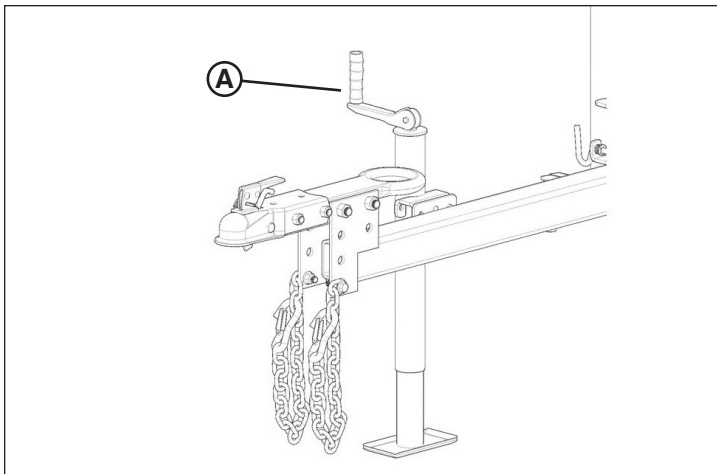

Figura 19
5. Ajuste cada gato del estabilizador (B, Figuras 17 y 18) y el gato de la lengua de remolque (A, Figura 19) para obtener una nivelación adecuada.